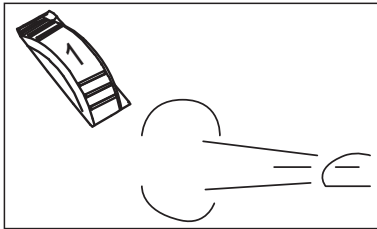
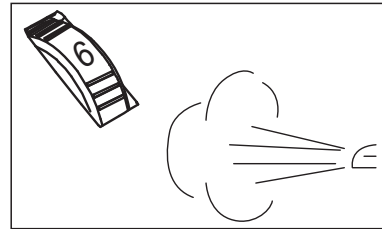

Fig. 11
Fig. 12
2. Le sélecteur est numéroté de 1 à 6 : « 1 » correspond à la vitesse minimale (Fig. 11) et « 6 » à la vitesse maximale (Fig. 12).